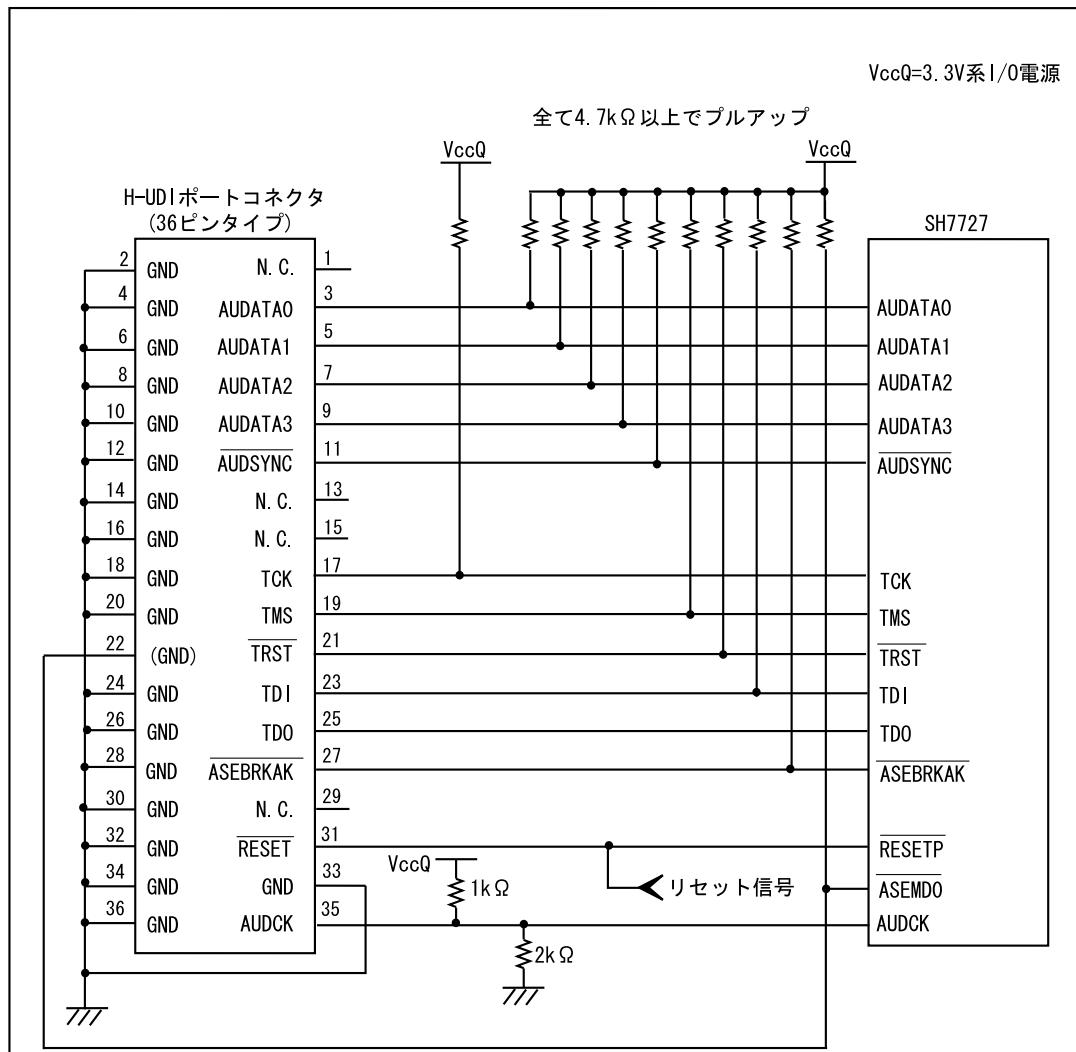

図 1.4 E10A-USB 使用時の H-UDI ポートコネクタ - チップ間の接続例
E10A-USB エミュレータ使用時の H-UDI+AUD ポートコネクタ(36 ピンタイプ)とチップ間の推奨接続例を図 1.3、UVCC 未接続時の接続例を図 1.4 に示します。
6. 図 1.3, 図 1.4 に記載されている抵抗値は、参考値です。
- 図 1.4 接続例で回路を組んだ場合の E10A-USB エミュレータのスイッチ設定 : SW2=0, SW3=1 スイッチ設定の詳細は、「SuperH™ファミリ用 E10A-USB エミュレータユーザーズマニュアル バッガ編 3.8 章 DIP スイッチの設定」を参照してください。